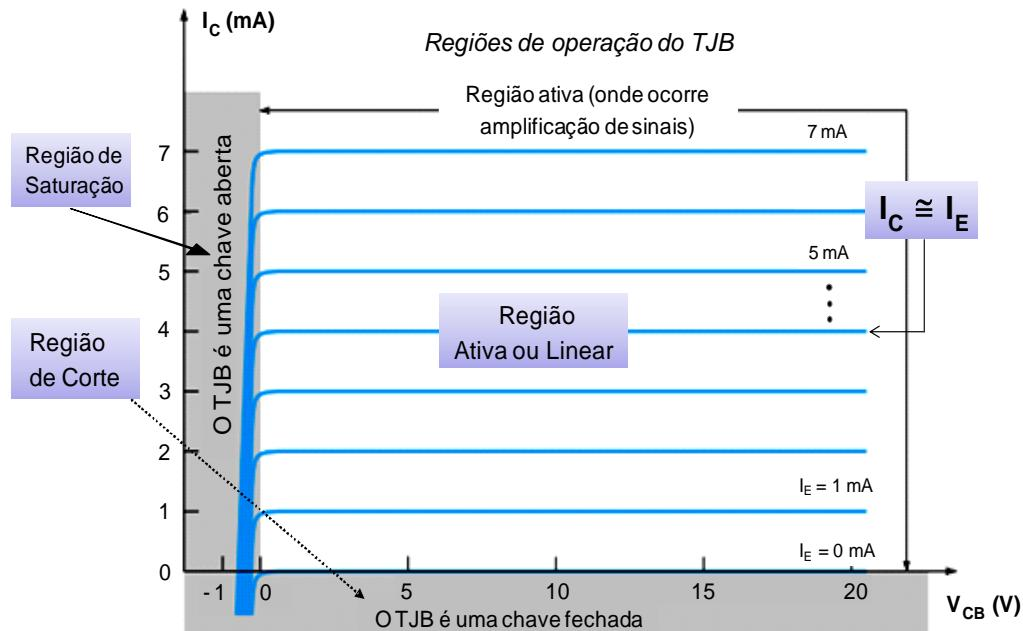

Figura 2.24 – Curva característica de saída do TJB npn em base-comum (Boylestad e Nashelsky, 2004).
Esta consideração, portanto, vale para o transistor operando na região ativa e na região de saturação, onde  $V_{BE} = 0,7\text{ V}$  (para um material semicondutor de Silício) – curva característica de saída e regiões de operação do TJB (BC), Figura 2.24.
Na curva característica de saída da Figura 2.24 são apresentadas as curvas de corrente de coletores (e de emissor) x tensão  $V_{CB}$ . Notar que as curvas de corrente são paralelas ao eixo de  $V_{CB}$ . Para cada valor da corrente de entrada ( $I_E$ ), com a variação da tensão de saída ( $V_{CB}$ ), obtém-se o correspondente valor a corrente de saída ( $I_C$ ). A região de corte é definida para  $I_C = 0$  e a região de saturação (onde o TJB é uma chave fechada), para  $V_{CB} = 0$ .
III Exemplo 34 – Sejam as curvas características do TJB da Figura 2.24. Pede-se:
Aplicando esta equação à curva característica do TJB da Figura 2.24, tem-se que com  $I_E = 0 \text{ mA}$ , a corrente de coletor será igual a  $I_{CBO}$ , valor tão baixo que não é detectável graficamente.